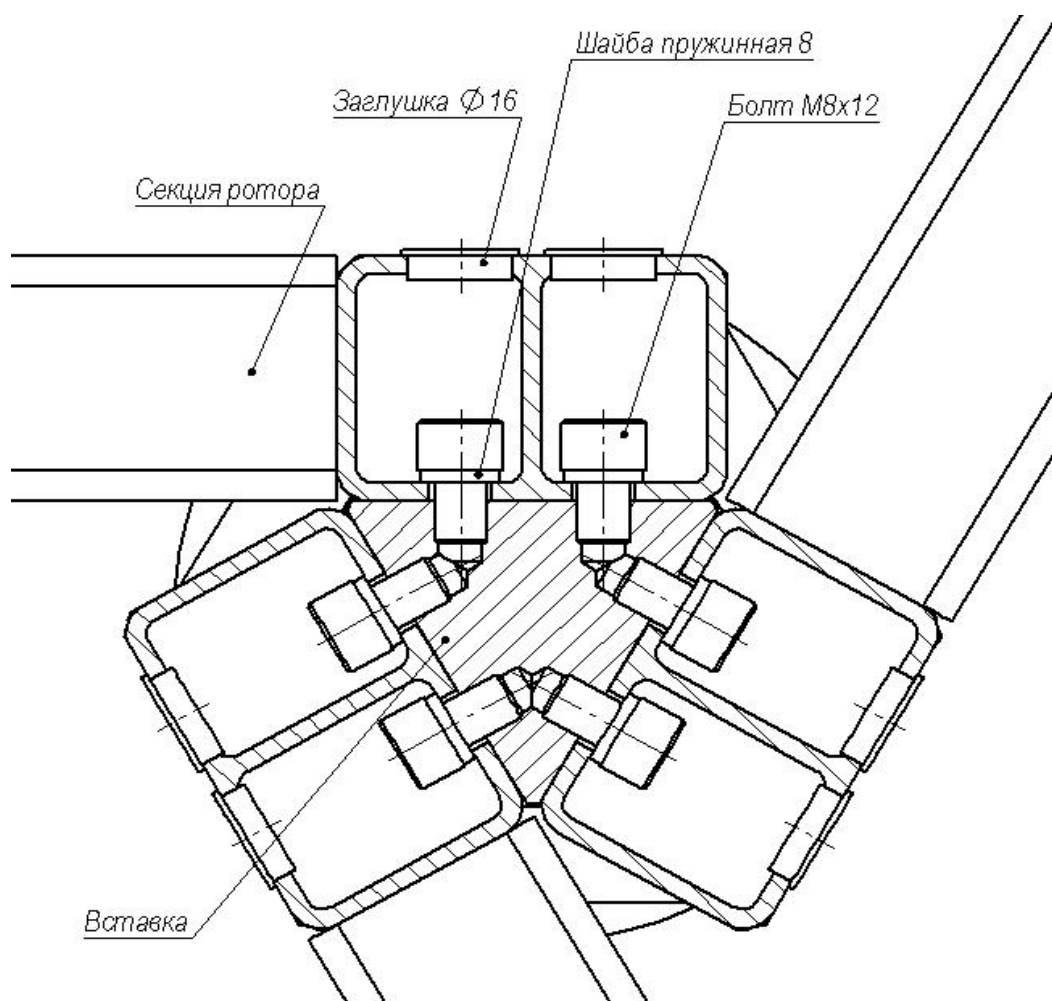

Рисунок 11 – Схема соединения секций ротора (1)
8.2.18 Положите на ровную горизонтальную поверхность секцию ротора с элементами крепления. Последовательно закрепите на ней обе секции ротора, используя 24 болта M8x12 с пружинными шайбами 8 (см. рисунок 11). Окончательно затяните все болты.